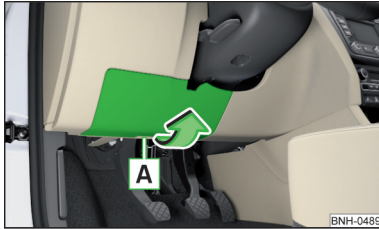

Abb. 185
- Die Abdeckung des Sicherungskastens in Pfeilrichtung abnehmen » Abb. 185.